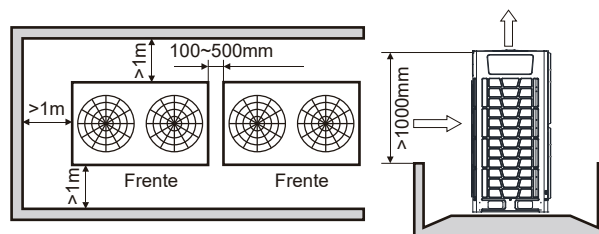

Fig. 3.10 1 Fila
- 3) Si las unidades exteriores están más altas que las barreras circundantes y se disponen en una sola fila, consulte la Fig. 3.10.